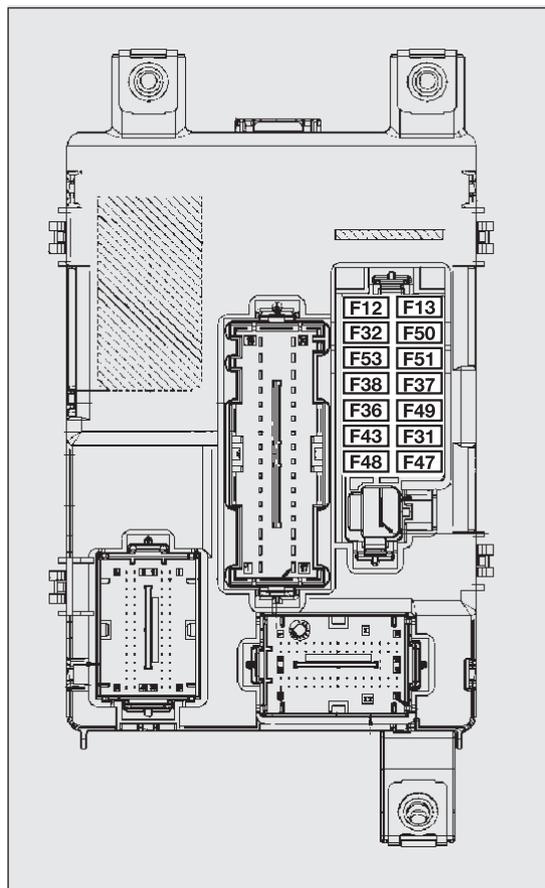

fig. 164
Los fusibles se encuentran en las dos cajas portafusibles como se muestra en fig. 164.
**DISPOSITIVO PROTEGIDO - fig. 164**